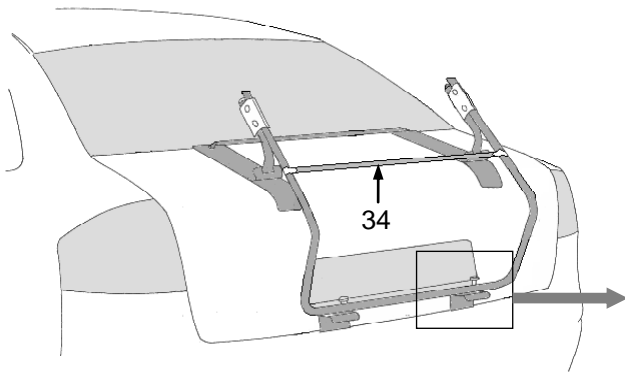

Abb. 10.1.
10. Befestigen Sie die Gummiformteile (30) an den unteren Montageelementen. Siehe Abb. A. Bei einigen Montageelementen wurden bereits werkseitig Lackschutzfolien eingeklebt. Siehe Abb. B, die keinesfalls entfernt werden dürfen (die Form kann von den abgebildeten Winkeln abweichen). Hängen Sie die Elemente in die leicht geöffnete Heckklappe ein, siehe Abb. 10.1, bzw. schieben Sie die obere Platte hinter das Kennzeichen, siehe Abb. 10.2. Richten Sie die unteren Montageelemente (26) so aus, daß die Vierkantstanzungen der unteren Montageelemente genau unter den Bohrungen des Trägerrohres liegen.
11. Verbinden Sie die unteren Montageelemente (26) mit dem Trägergestell (1). Hierzu ziehen Sie das Trägergestell herunter und zu sich heran, bis sich die Bohrung im Trägerrohr genau in der Flucht der Vierkantstanzung der unteren Montageelemente befindet. Führen Sie nun die Spanschrauben (29) durch die Öffnungen von Montageelementen und Trägerrohr (Achten Sie darauf, daß der Vierkant der Schraube richtig in der Stanzung des Montageelements sitzt). Drehen Sie nun die Rändelmutter (23) so weit an, bis das Trägerrohr auf den unteren Montageelementen (26) aufliegt. Hierdurch wird der Träger verspannt und erhält seine Stabilität. Jetzt werden die Muttern (12) an den Klemmbacken (9) fest angezogen. Die Muttern dürfen bis max. 11 Nm angezogen werden.